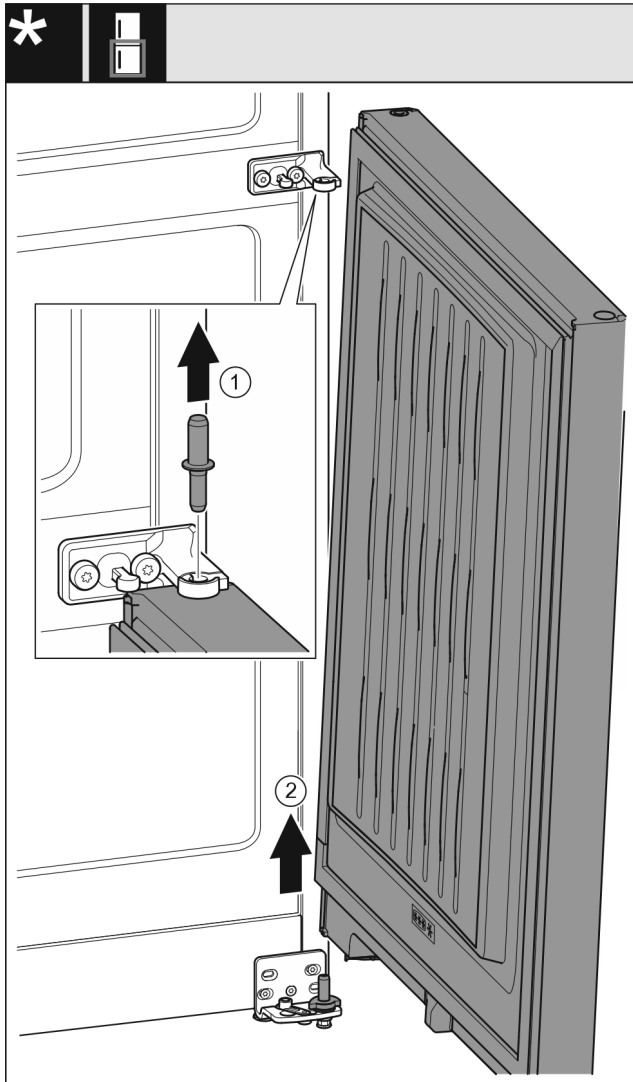

Fig. 8
- ▶ Extraiga el perno hacia arriba. Fig. 8 (1)
- ▶ Gire la puerta hacia fuera, tire hacia arriba y apártela. Fig. 8 (2)